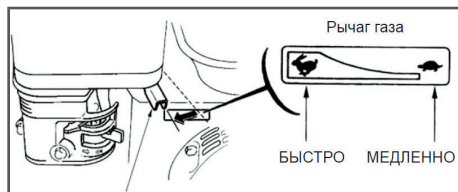

Рис. 20 Установка рычага газа
3. Переведите рычаг газа (Рис. 20) на 1/3 хода в сторону положения максимальных оборотов двигателя (обозначение зайца на наклейке- максимальные обороты, черепахи - холостые обороты).
1. Откройте топливный кран, переместив рычаг топливного крана в рабочее положение (ON).
3. Переведите рычаг газа (Рис. 20) на 1/3 хода в сторону положения максимальных оборотов двигателя (обозначение зайца на наклейке - максимальные обороты, черепахи - холостые обороты).